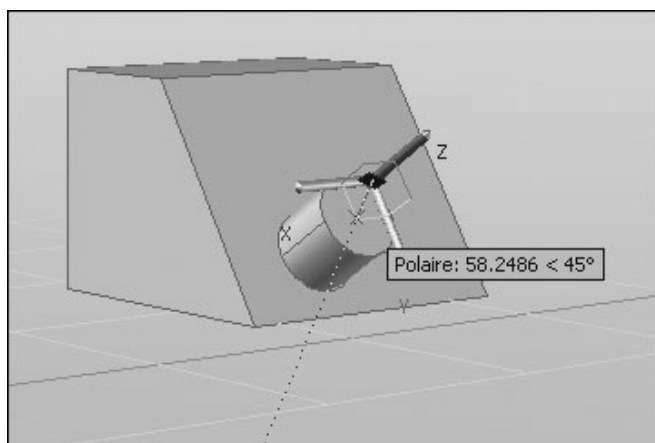

Fig.20.31
- 7 Cliquez ou entrez une valeur pour spécifier la distance du déplacement (fig.20.31).